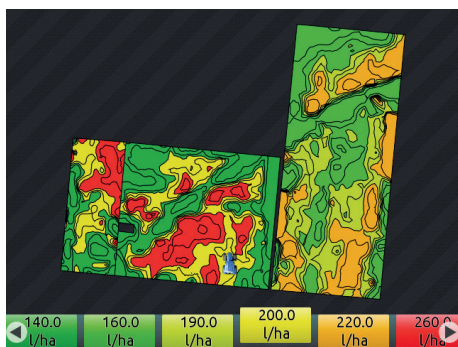

Fig. 263
- Fortsätt med arbetet. Efter positionen som registrerats av GPS-mottagaren kommer datorm välja den lämpliga doseringen för arealen som besprutas (Fig. 263).